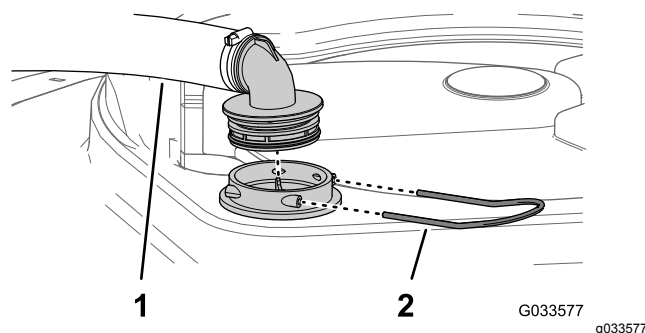

Рисунок 53
2. В верхней части бака опрыскивателя снимите держатель, который крепит шланговый штуцер, подсоединенный к большому шлангу, идущему от корпуса фильтра (Рисунок 53).
3. Отсоедините шланг и шланговый штуцер от корпуса фильтра (Рисунок 53).